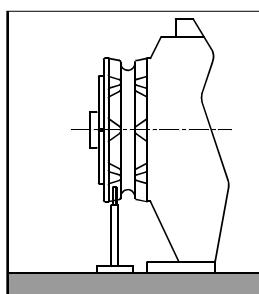

Fig. 1
3. Pour les guindeaux à axe horizontal (voir Fig. 1), réaliser le trou sur la circonference externe du barbotin.